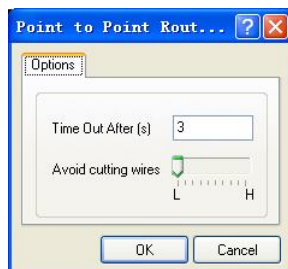

图 7-14 Point to Point Router 对话框
(3) 单击 Wire 对话框中的 Color 色彩条，可以改变导线的颜色。单击  符号，弹出下拉列表，从中选择导线的线宽，在本例中选 Small。设置好后单击 OK 按钮，即进入导线放置模式，具体放置方法已在前面介绍，在此不赘述。
(4) 放置导线的时候，按 Shift+Space 快捷键可以循环切换导线放置模式。有以下多种模式可选：①90°。②45°。③自由角度，该模式下导线按照直线连接其两端的电气结点。④自动连线，该模式是一种提供给用户完成原理图里面两点间自动连接的特殊模式，它可以自动绕过障碍物走线。在这种模式下，按 Tab 键，可打开如图 7-14 所示的 Point to Point Router... 对话框。